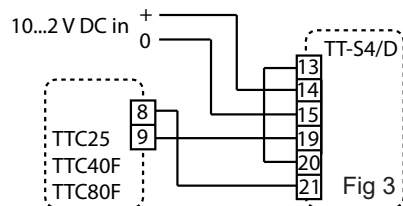

Fig 3
- Bild 3: Anschluss eines TTC25/TTC40F/TTC80F und 10...2 V DC Steuersignals über externe Quelle.